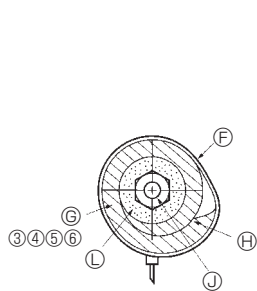
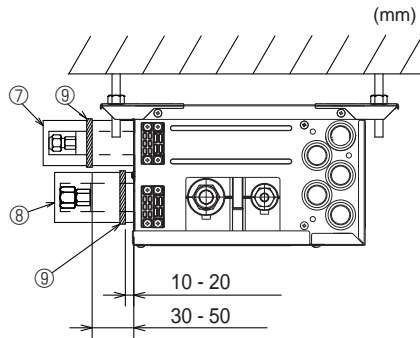

Fig. 7-3
Fig. 7-4
- (1) Nehmen Sie die Konusmuttern und -Kappen vom Verteilerkasten ab.
- (2) Weiten Sie die Enden der Flüssigkeits- und Gasleitungen auf, und tragen Sie Kühlmittelöl (zusätzlich zu erwerben) auf den erweiterten Sitz auf. Tragen Sie kein Öl an den Gewindeabschnitt auf.
- (3) Schließen Sie das Kühlmittelrohr unverzüglich an. Ziehen Sie die Konusmuttern immer mit dem in der folgenden Tabelle angegebenen Drehmoment an, indem Sie einen Drehmomentschlüssel und einen Doppelschraubenschlüssel verwenden.
- (4) Drücken Sie die Rohrabdeckungen ③ und ⑤ an den Flüssigkeitsrohren gegen das Gerät und umwickeln Sie sie, um sie zu befestigen. (Fig. 7-3)
- (5) Drücken Sie die Rohrabdeckungen ④ und ⑥ an den Gasrohren gegen das Gerät und umwickeln Sie sie, um sie zu befestigen. (Fig. 7-3)
- (6) Schrauben Sie die mitgelieferten Schlauchschellen ⑦ in einem Abstand von etwa 10-20 mm von den Enden der Rohrabdeckungen fest(③④⑤⑥).
- (7) Wenn das Innengerät nicht angeschlossen wird, bringen Sie die mitgelieferten Rohrabdeckungen (mit Kappen, ⑦ und ⑧) an den Kühlmittelanschlüssen des Verteilerkastens an, um zu vermeiden, dass Kondensat von den Rohren tropft. (Fig. 7-4)
- (8) Schrauben Sie die Rohrabdeckungen (⑦⑧) mit den mitgelieferten Schlauchschellen⑨ fest.
- Ⓖ Rohrabdeckungen ③④⑤⑥
► Gehen Sie wie folgt vor für die Teile des Verteilerkastens die nicht an einem Innengerät angeschlossen sind. (Fig. 7-4)
- (1) Zur Verhinderung von Kältemittelaustritt sorgen Sie bitte dafür, daß die Konusmutter gemäß den in Tabelle 3 angegebenen Drehmomenten* angezogen sind.
- (2) Zur Verhinderung von Kondenswasserbildung müssen die Rohrabdeckungen ⑦ installiert und mit den mitgelieferten Bändern ⑨ befestigt werden.